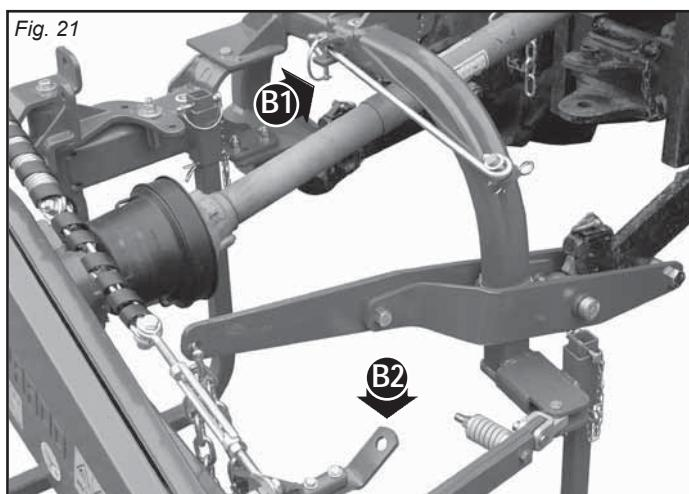

Fig. 21
- Выньте крюк безопасности и установите его вверху в специальном гнезде на раме (B1, Рис. 21).